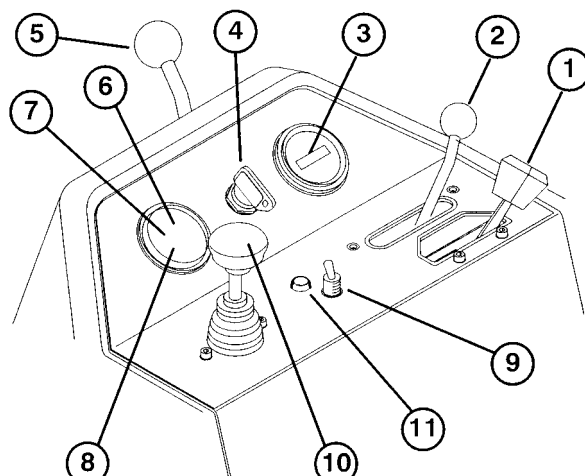

Figure 9
Commande de starter (Fig. 9)—Pousser la commande de starter vers l'avant pour démarrer un moteur froid. Lorsque le moteur a démarré, régler le starter de manière à maintenir un régime régulier du moteur. Tirer le starter en arrière dès que possible.
Levier de commande de fonctionnement (Fig. 9)—Fournit deux (2) sélections de déplacement, plus une position "POINT MORT". Il est possible d'alternier entre la sélection "tonte" et la sélection "transport" (mais pas le point mort) pendant que la Greensmaster 3200 est en mouvement, sans pour autant provoquer de dégâts.
Compteur horaire (Fig. 9)—Indique le nombre total d'heures de fonctionnement de la machine. Il se déclenche chaque fois que la clé de contact est tournée en position "ON".
Commutateur à clé (Fig. 9)—Introduire la clé dans le commutateur, la tourner autant que possible dans le sens des aiguilles d'une montre jusqu'à la position "START" (démarrage) pour mettre le moteur en marche. Relâcher la clé dès que le moteur démarre; elle revient alors en position "ON" (contact établi). Tourner la clé dans le sens contraire des aiguilles d'une montre jusqu'à la position "OFF"
Levier de verrouillage de bras de direction (Fig. 9)—
Témoin de surchauffe du liquide de refroidissement (Fig. 9)—Ce témoin, s'allume et le moteur est immédiatement coupé lorsque la température du liquide de refroidissement est trop élevée.
Bouton de commande manuelle après surchauffe (Fig. 9)—Si le moteur est coupé en raison d'une surchauffe, appuyer sur ce bouton et le maintenir enfoncé jusqu'à ce qu'il soit possible de déplacer la machine en lieu sûr où elle pourra refroidir.
Commande de transport à deux vitesses (Fig. 9) –
Témoin de charge (Fig. 9)—S'allume si la charge de batterie est basse.
Témoin de pression d'huile (Fig. 9)—S'allume si la pression d'huile moteur devient dangereusement basse.
Levier de relevage/descente/tonte (Fig. 9)—Lorsque la machine fonctionne, déplacer le levier en avant pour abaisser les unités de coupe et démarrer les cylindres. Ramener le levier en arrière pour arrêter les cylindres et relever les unités de coupe. Les cylindres peuvent être arrêtés pendant le fonctionnement en ramenant momentanément le levier en arrière, puis en le relâchant. Déplacer le levier en avant pour redémarrer les cylindres.